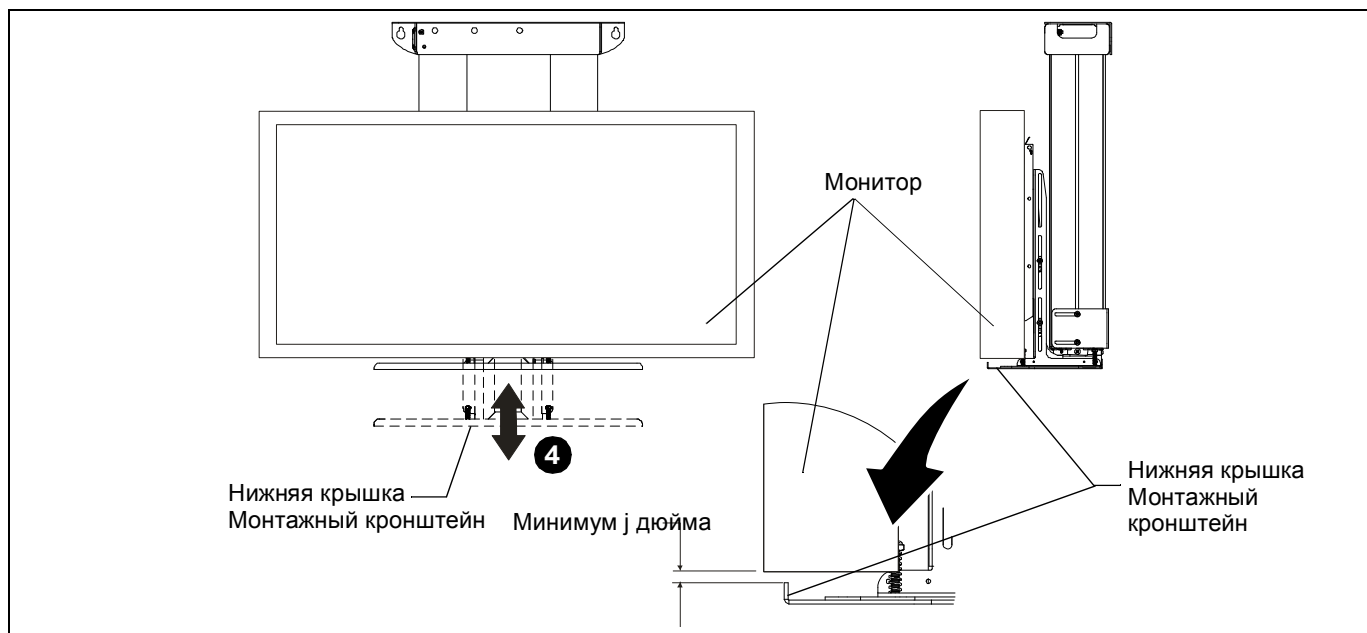

рис. 21
5. Сдвиньте кронштейны регулировки нижней крышки вверх или вниз, чтобы выступ на кронштейне располагался не ниже по отношению к нижней части монитора. (см. рис. 21)